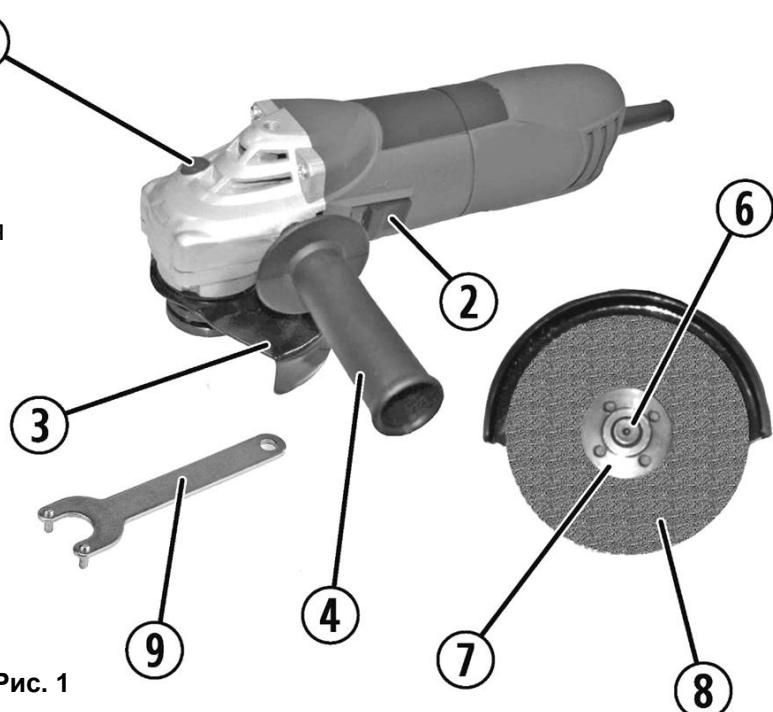
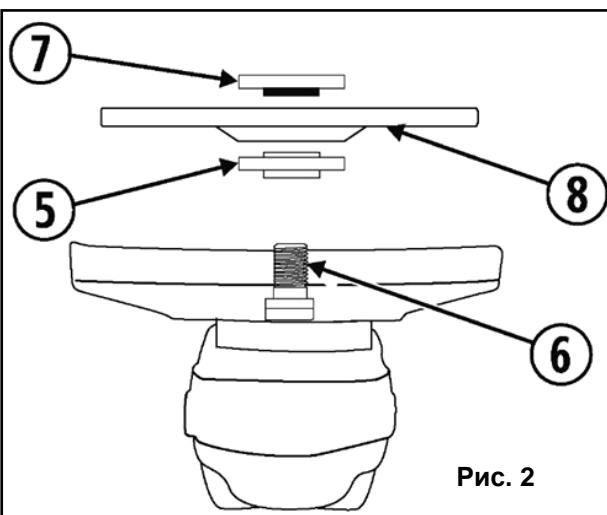

Рис. 1
Рис. 2
- Расположите инструмент шпинделем (6) вверх (См. Рис. 2).
- Удерживая нажатой кнопку фиксации шпинделя (1)(См. Рис.1), установите внутренний фланец (5) на шпиндель (6)(См. Рис.2).
- Установите новый, исправный отрезной или шлифовальный круг (8).
- Если Вы устанавливаете абразивный круг с утопленным центром, то выпуклость диска должна быть направлена в сторону внутреннего фланца (См. Рис.2).
- Накрутите внешний фланец (7) на шпиндель (6). Если Вы устанавливаете **шлифовальный круг**, то бортовое кольцо фланца (7) должно быть направлено **к кругу** (См. Рис. 2).
- Крепко затяните внешний фланец (7)(См. Рис. 2; 3) с помощью фланцевого ключа (входит в комплект поставки).
- Отпустите фиксатор шпинделя (1)(См. Рис.1).
- Расположите инструмент шпинделем (6) вверх (См. Рис. 2; 3).
- Удерживая нажатой кнопку фиксации шпинделя (1)(См. Рис.1), отверните наружную фланцевую гайку (7)(См. Рис.2), идущим в комплекте фланцевым ключом (9)(См. Рис.1).
- Для включения инструмента - нажмите на клавишу пускового выключателя (2) (См. Рис.1) и потяните ее вперед. Переведите ее в положение «ВКЛ» (ON).
- Для выключения инструмента - отпустите клавишу пускового выключателя (2) (См. Рис.1), верните ее назад. Переведите ее в положение «ВЫКЛ» (OFF).